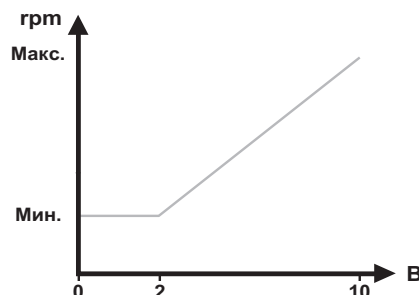

Рис. 55 Зависимость скорости насоса от установленного значения сигнала 0–10 В
1) Когда насос находится под управлением внешнего сигнала 0–10 В, его рабочее состояние изменяется на основе диапазона уровней входного сигнала. График зависимости скорости насоса от установленного значения сигнала 0–10 В приведен на рис. 55